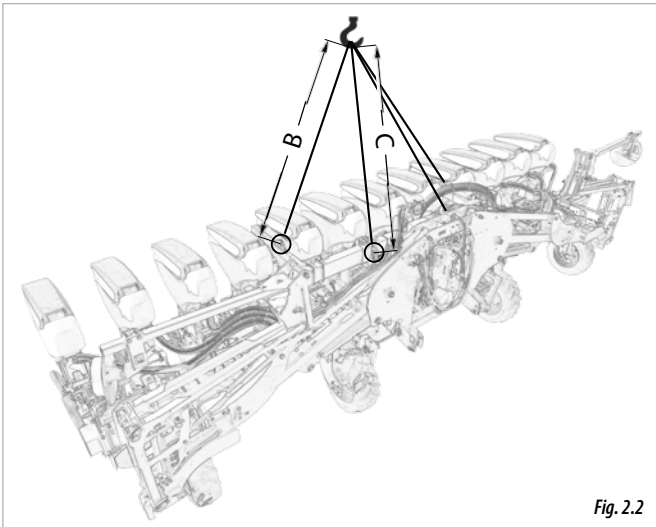

Fig. 2.2
- Versiones de máquina **PLEGABLES** (Fig. 2.2), la CARGA y DESCARGA deberá hacerse mediante 4 puntos:
- 2 puntos de enganche **PRINCIPALES**, ubicados en el CHASIS tripuntal (B, Fig. 2.2).
- 2 puntos de enganche **SECUNDARIOS**, ubicados en los pies de apoyo (C, Fig. 2.2).
ATENCIÓN: RESPETAR LAS DISTANCIAS: **B Y C** (2 METROS) PARA EVITAR DAÑOS EN LA MÁQUINA DURANTE EL PROCESO DE ELEVACIÓN (FIG. 2.2).